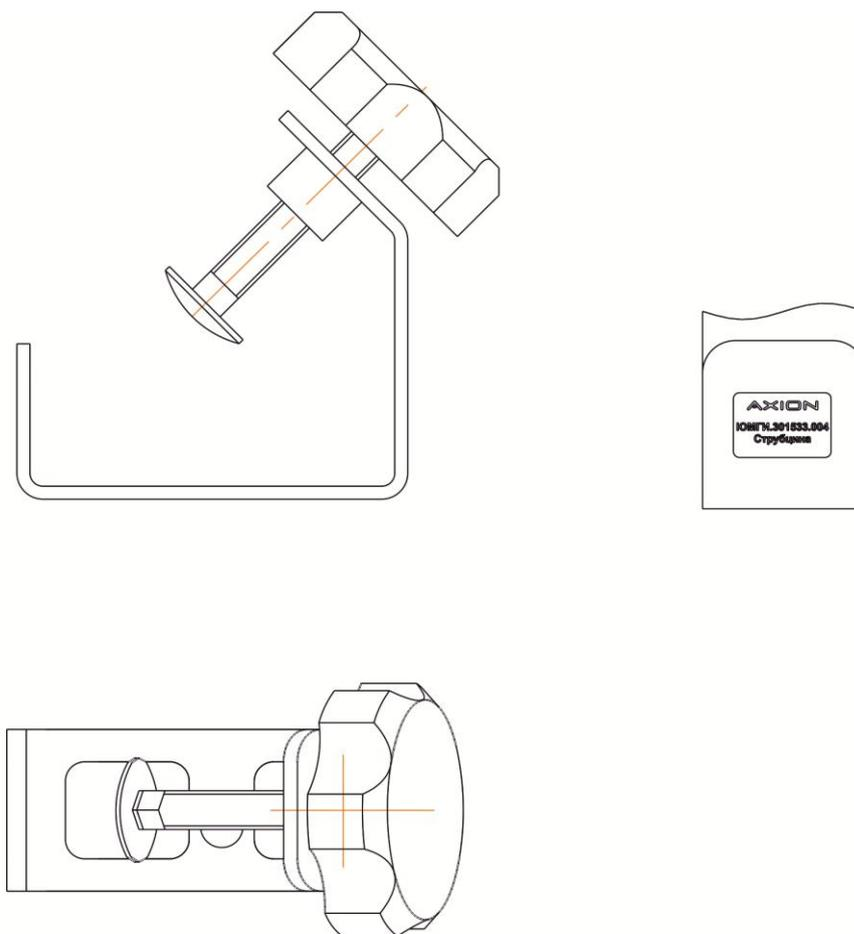
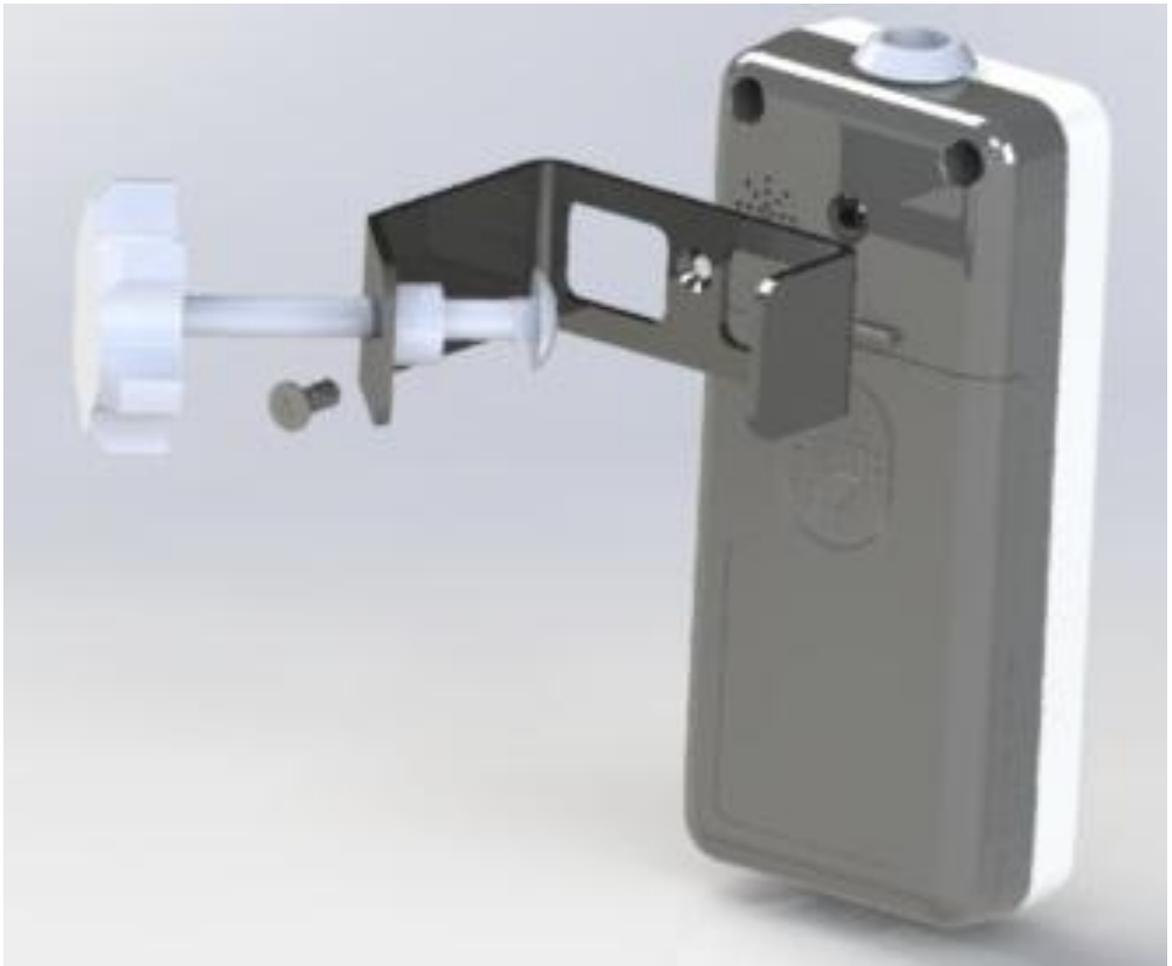

Рисунок 2.5 – Струбцина
Рисунок 2.6 – Крепление струбцины к пульсоксиметру
2.5.3 Струбцина (рисунок 2.5) используется для крепления изделия на металлической перекладине или штанге. Струбцина крепится к задней панели пульсоксиметра при помощи винта, идущего в комплекте со струбциной, закручиваемого в отверстие для установки внешнего крепления (рисунок 2.6).